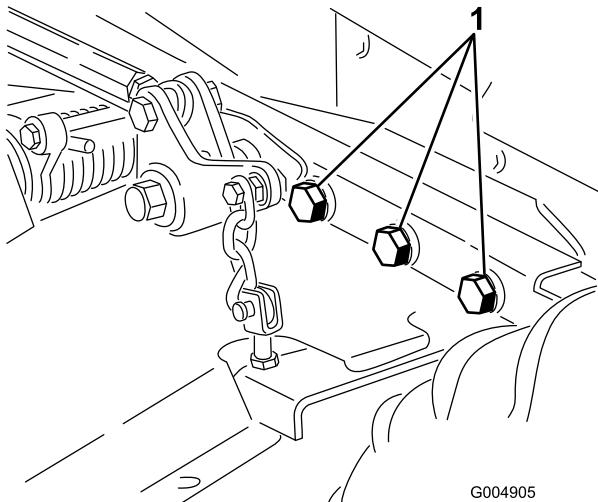

図 80
- ボルトナット類にゆるみながいか点検し、必要な締め付けを行う。ボルトナット類にゆるみながいか点検し、必要な締め付けを行う。特に、芝刈りデッキのフレームをトラクションユニットに固定している6本のボルト(図 80)は265 ft-lb (359 N·m=36.6 kg·m) にトルク締めする。